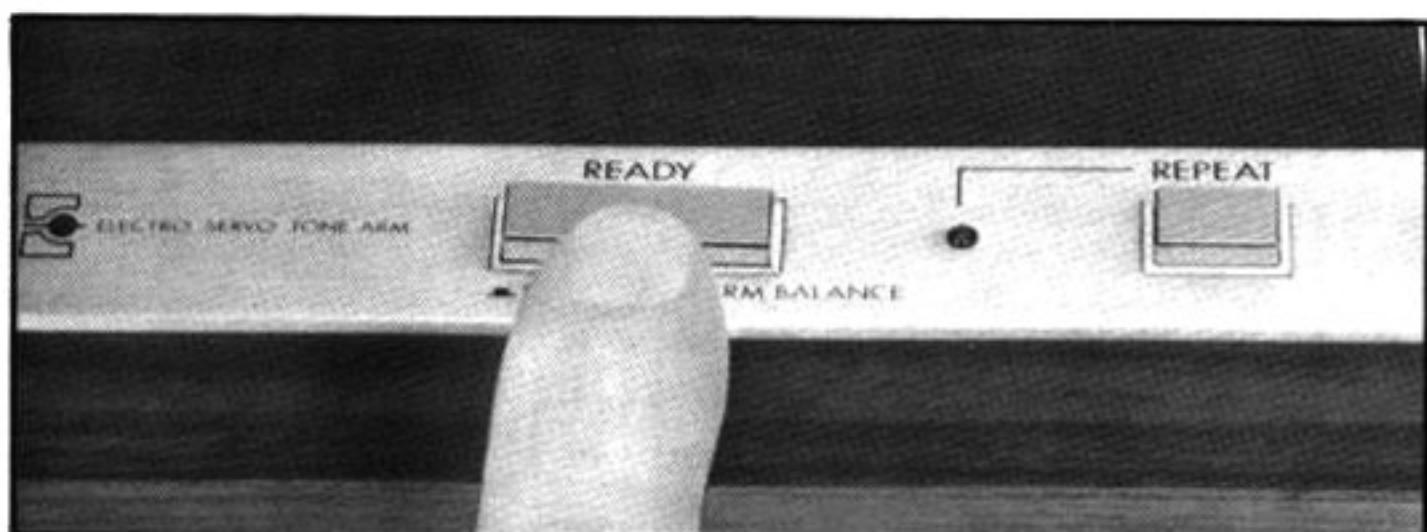

Fig. 21 Abb. 21
Note: Be sure not to set the READY switch to "OFF" while playing a record. If set to "OFF", record playing is impossible as the stylus force becomes "0". (Fig. 21)
3. Sélectionner la vitesse de rotation de la platine à l'aide du commutateur SPEED en se référant à la vitesse de rotation du disque à reproduire. Fig. 21